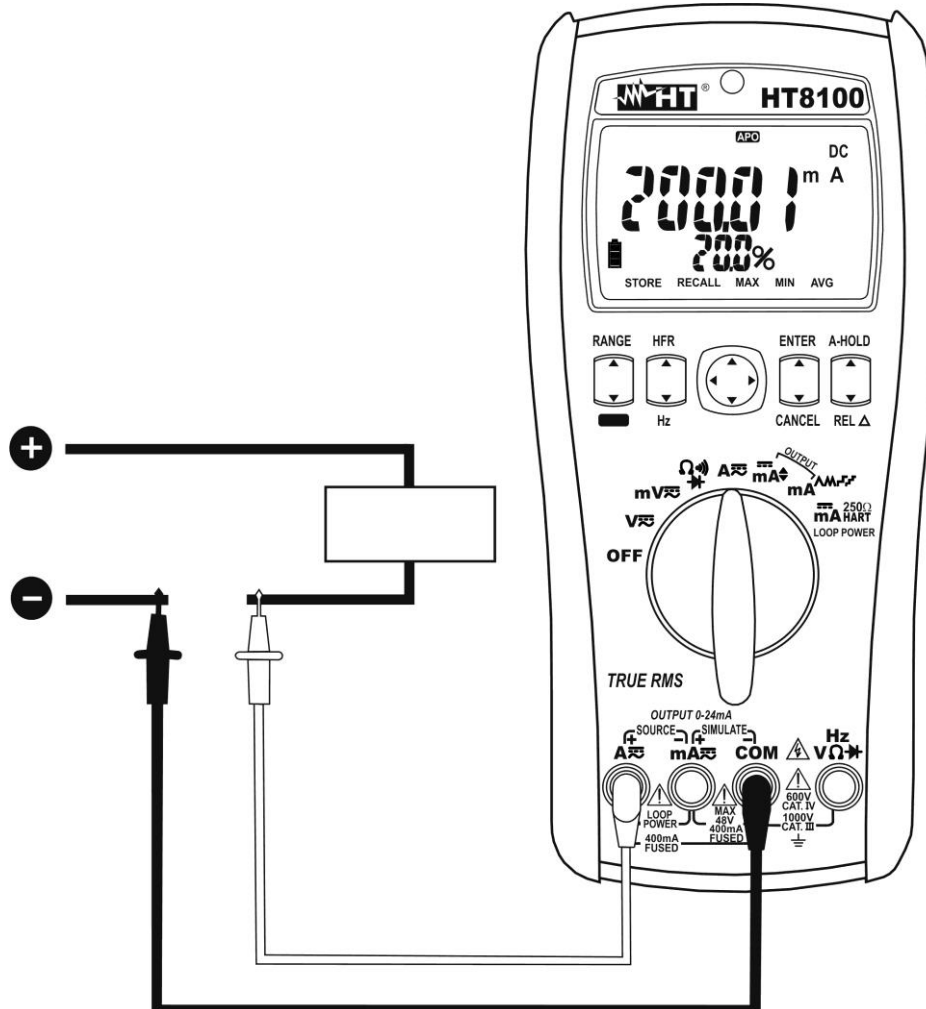

Fig. 4: Uso do instrumento para a medição de Correntes CC
5. Ligar a ponteira vermelha e a ponteira preta em série com o circuito do qual se pretende medir a corrente respeitando a polaridade e o sentido da corrente (ver Fig. 4)
8. A visualização do símbolo "-" no display do instrumento indica que a corrente tem sentido oposto em relação à ligação da Fig. 4.